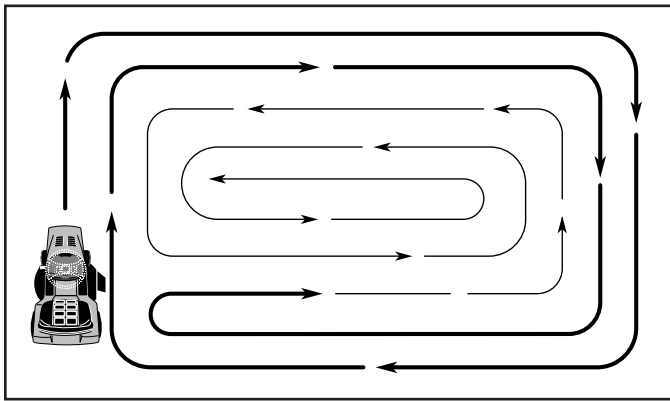

Fig. 28
- Al segar las áreas grandes, empiece girando a la derecha de modo que los recortes se descarguen, alejándose de los arbustos, cercos, entradas de automóviles, etc. Después de una o dos vueltas, siga en la dirección opuesta, haciendo virajes a la izquierda, hasta que termine (Vea Fig 28).